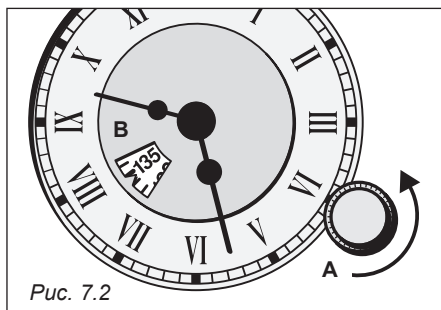

Рис. 7.2
- Установите время приготовления поворотом ручки «А» против часовой стрелки до положения, при котором нужное время в окошке «В» совпадает с указателем (Рис. 7.2).